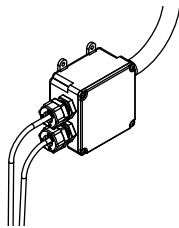

Figura 14
- b. Haga perforaciones y monte ambas abrazaderas de cable para los cables del sensor. Consulte la Figura 14.